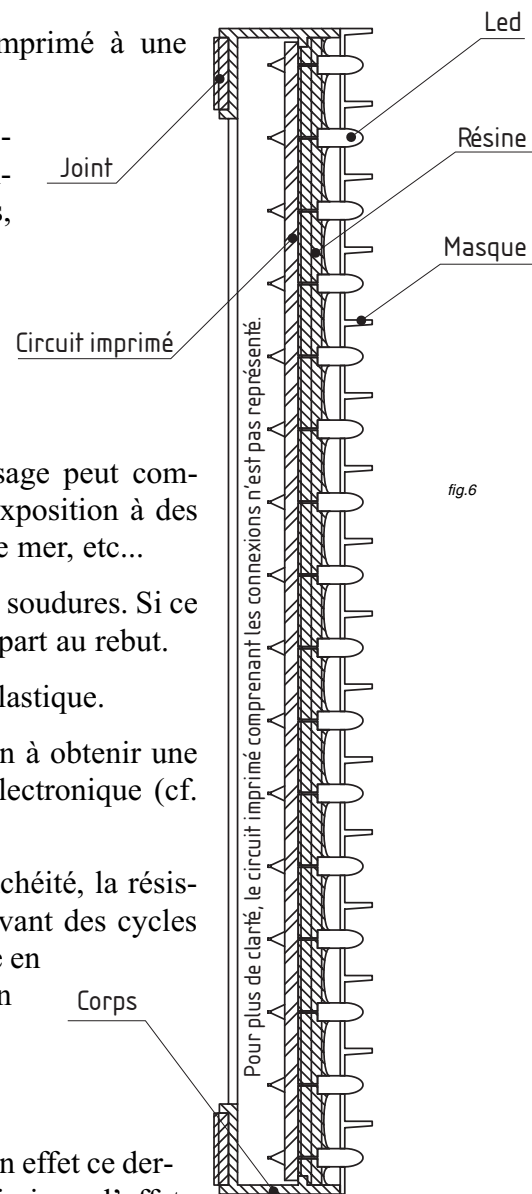

fig.6
- 7- Coulée d'une résine entre les LEDS de façon à obtenir une étanchéité parfaite entre la face vue et l'électronique (cf. fig.6)
Le soleil a un impact sur la luminosité des LEDS. En effet ce dernier altère le contraste de l'image ainsi, pour en diminuer l'effet, les modules sont équipés de masques. Comme on peut le deviner à l'aide de la fig.6 ce masque génère une ombre sur la led afin que celle-ci puisse exprimer pleinement sa luminosité. D'autre part il procure aux LEDS une excellente protection contre les chocs et, à moindre mesure, contre l'exposition aux UV. Il est, dans la plupart des cas, en matière plastique mais il peut être en caoutchouc dans le cas où les panneaux sont disposés autour d'un terrain de sport (foot, volley, etc...) ou lorsque ils sont susceptibles d'être à portée de main.